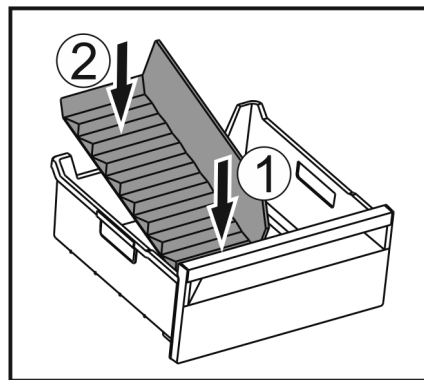

Fig. 176
- Włożyć przednią część separatora do szuflady na lód. Fig. 176 (1)
- Tylną część separatora do szuflady na lód opuścić na dno szuflady. Fig. 176 (2)